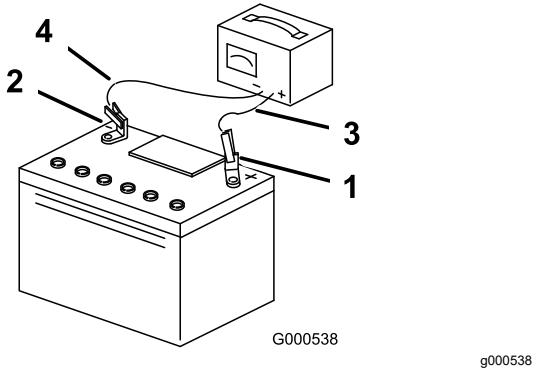

Figura 49
3. Quando a bateria estiver totalmente carregada, desligue o carregador da tomada elétrica e em seguida desligue os cabos do carregador dos bornes da bateria (Figura 49).